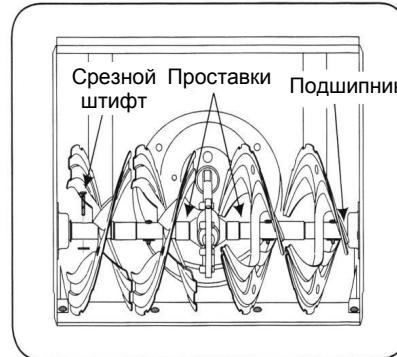

Рисунок 23
- Шнек закреплён на спиральном валу двумя срезными штифтами и шплинтами. Конструкция снегоуборщика предусматривает возможность срезки штифтов при ударе шнеком о посторонний предмет или нагромождения льда (рис. 23).